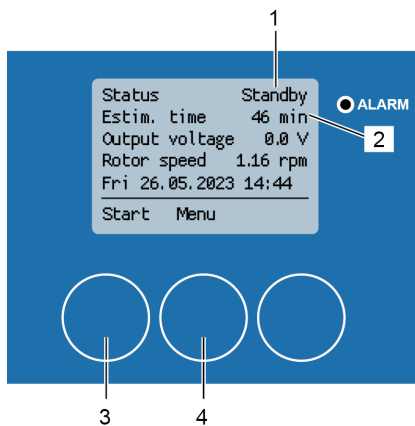

Abbildung 158: Reinigungsprozess Startbildschirm
Wenn die Kalibrierung erfolgreich durchgeführt wurde, erscheint auf dem Display der Startbildschirm für den Reinigungsvorgang mit der Statusanzeige "Standby" (Abbildung 158/1) und der geschätzten Reinigungszeit (Abbildung 158/2).
1. Beginn des Reinigungsprozesses mit [Start] (Abbildung 158/3).
Drücken Sie [Menü] (Abbildung 158/1), um zum Menü „1 Hauptmenü“ zurückzukehren.